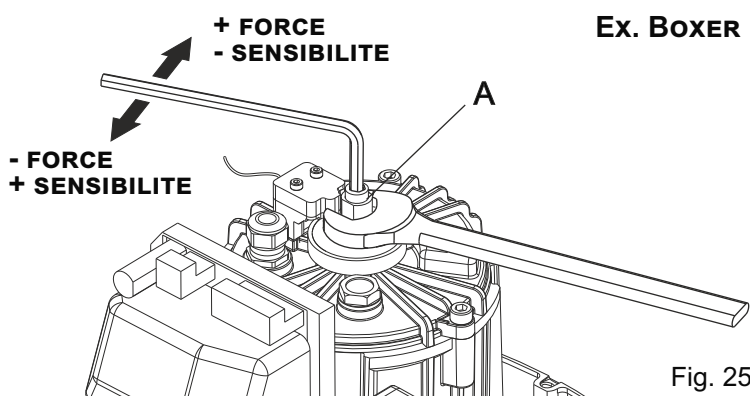

Fig. 25
9.2. Pour le réglage de la friction opérer sur la vis «A» (Fig. 25) comme suit: